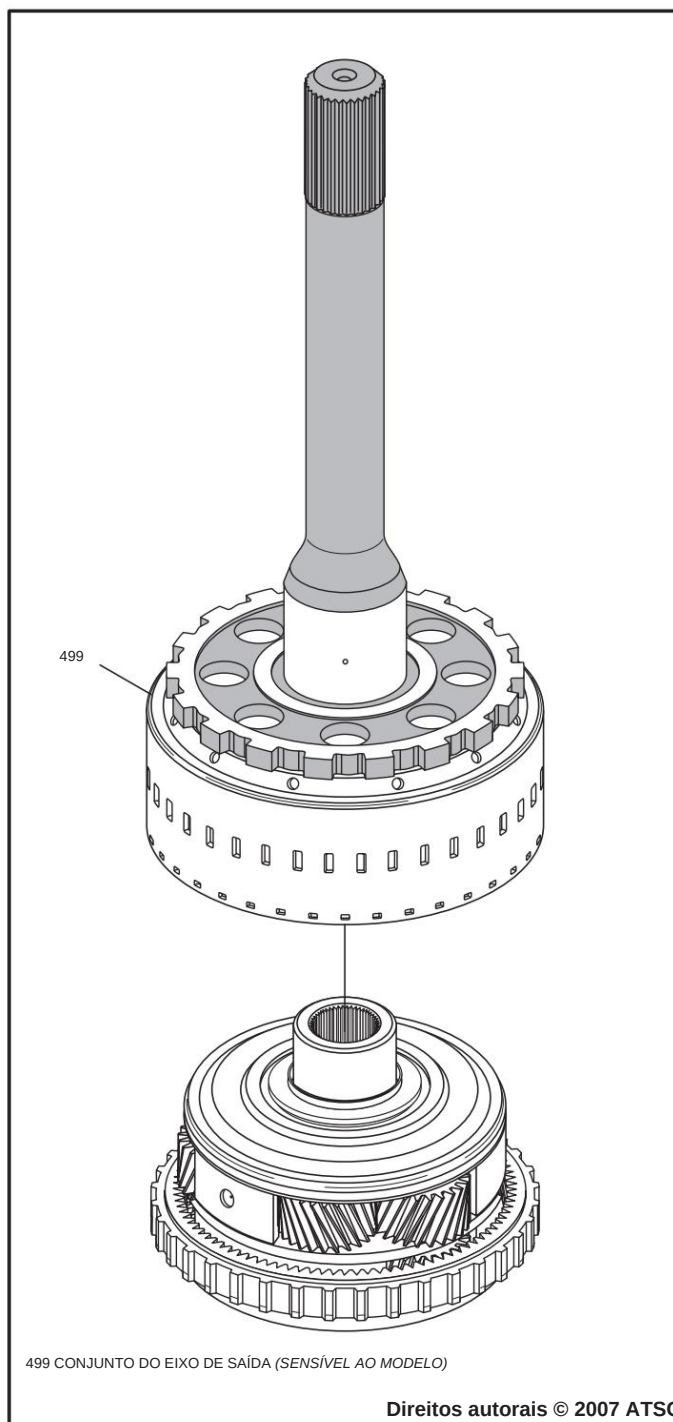

Figura 131
**Nota:** Deve ser semelhante à ilustração mostrada na Figura 131.
21. Instale o conjunto do eixo de saída sobre o transportador de saída, conforme mostrado na Figura 131.